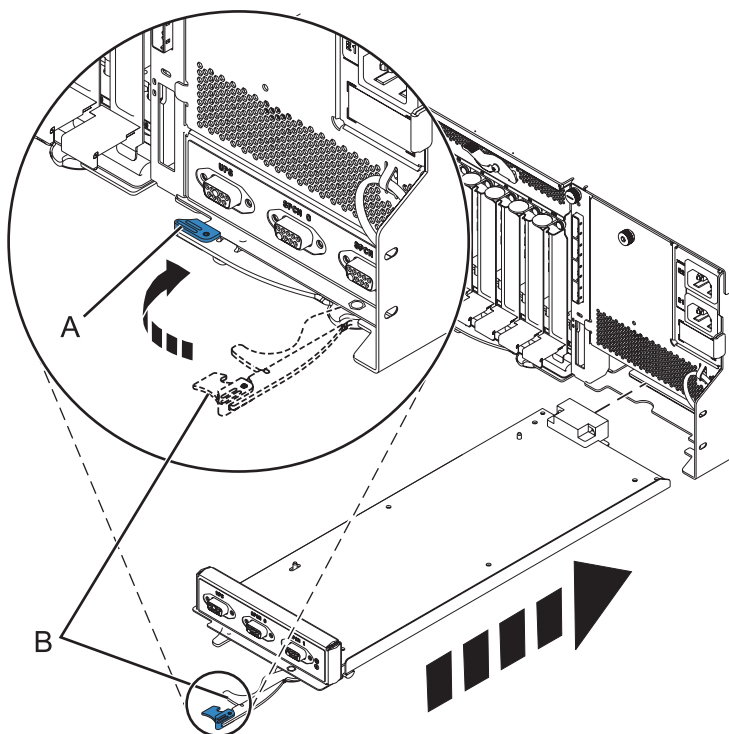

Figura 81. Substitució del controlador de gestió d'allotjaments
7. Feu lliscar amb cura el controlador de gestió d'allotjaments dins el sistema i tanqueu el pestell (A), com es mostra a la Figura 81.